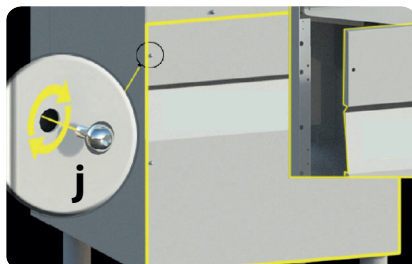

рис. 6
- Снимите панель под дверцей, чтобы получить доступ в технический отсек, открутив винты. (положение **j** - см. рис. 6).